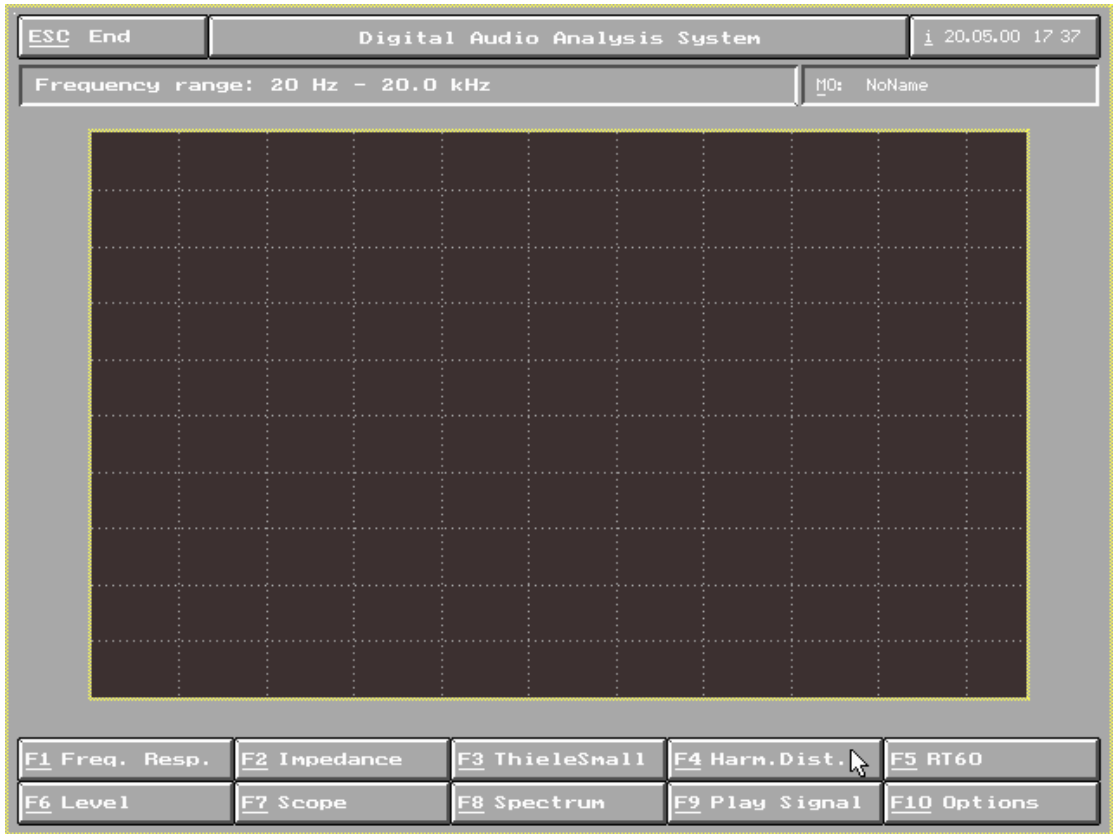

图 34
1) 进入主菜单选择 F4 Harm dist (图 34)